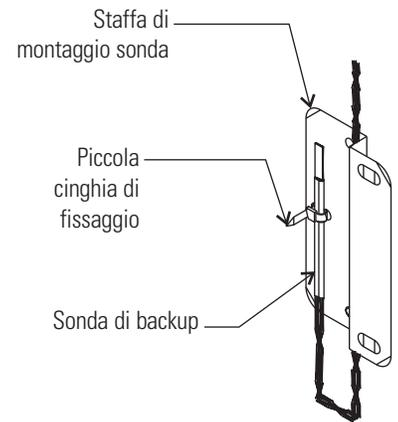

Figura 7-3. Sonda
2. Come illustrato in Figura 7-3, avvolgere la piccola striscia di fissaggio attraverso le aperture nella parte anteriore della staffa. Fissare la sonda sul retro della staffa con la striscia.